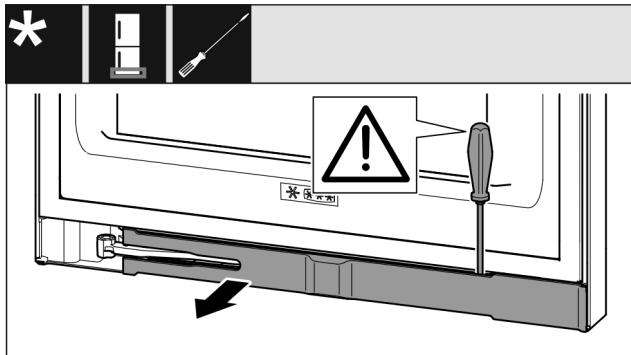

Fig. 11
- Blende mit Schlitzschraubendreher ausrasten und zur Seite schwenken Fig. 11 0.